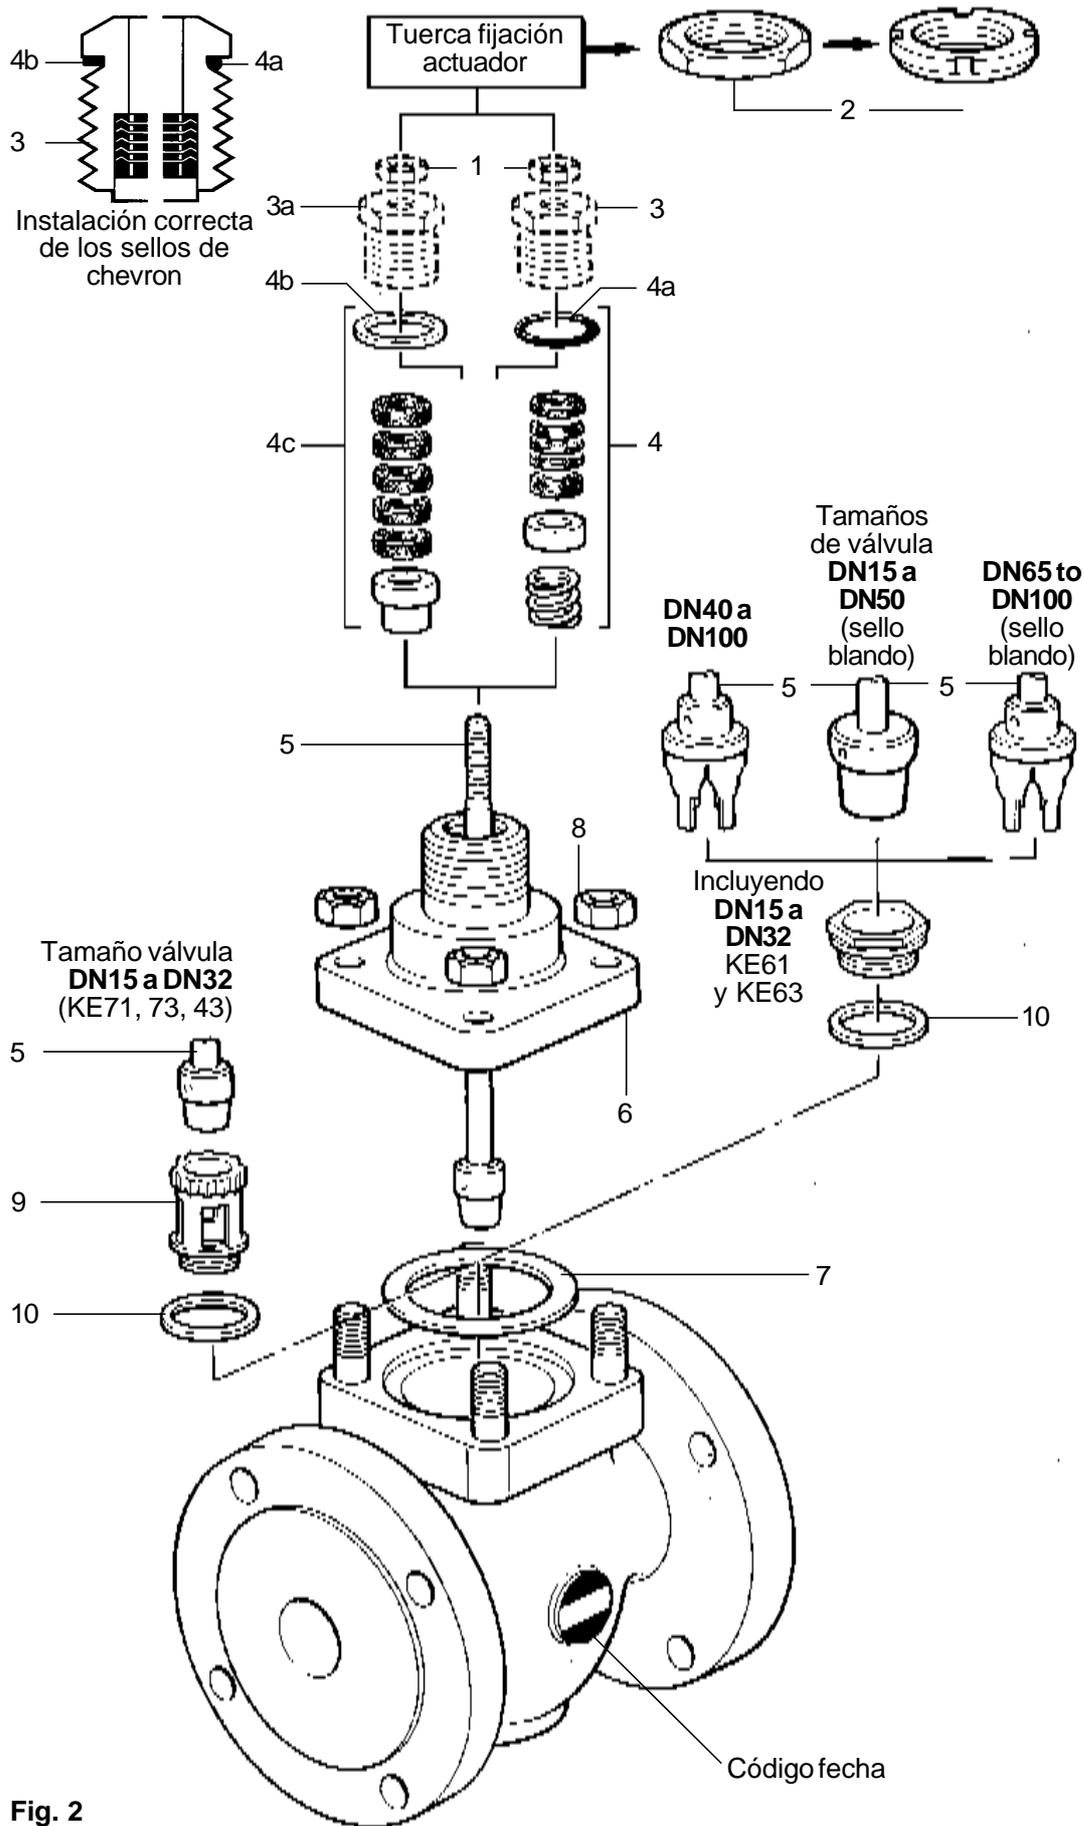

Fig. 2
8. Proceso para reemplazar los sellos de chevron de la empaquetadura (Fig. 2).
- c) **Cuidado:** Debe tenerse cuidado al desmontar el cabezal ya que puede haber fluido a presión atrapado entre las válvulas de aislamiento. Desenrosque las tuercas (8) que sujetan el cabezal al cuerpo, y saque el cabezal (6) completo con vástago y obturador (5).
- d) Quite la tuerca (1).
- e) Desenrosque la tuerca del prensaestopas (3), desmonte el vástago y el obturador, saque y deseche los anillos de la empaquetadura (4) y la 'O' Ring (4a), o junta (4b).
- f) Examine las piezas por si están dañadas o deterioradas y cámbielas si es necesario. Los arañosos o incrustaciones en el vástago (5) conducen al fallo prematuro del sellado.
- h) Monte el cabezal (6) sobre el cuerpo de válvula con una junta nueva dejando que sobresalga el vástago. Reemplace las tuercas (8) y apriete al par adecuado (vea la tabla), asegurándose de que el obturador esté en su asiento.
- i) Para reemplazar el conjunto de sellado del vástago (4), primeramente monte el resorte sobre el vástago (5). Si la 'O' ring /junta (4a y 4b) está dañada debe reemplazarse bajo la cabeza de la tuerca de prensaestopas. Los sellos de chevron de la estopada deben insertarse con firmeza en la tuerca del prensaestopas (3) seguidos por el casquillo guía, que se debe mantener en su sitio para el montaje, aplicando una pequeña cantidad de grasa, evitando dañar los bordes del sellado. Coloque la tuerca del prensaestopas (3) sobre el vástago (5), enrosándola para asegurar que la 'O' ring (4a), o la junta (4b) se asiente en el cabezal (6). Los sellos de chevron deben montarse en la tuerca del prensaestopas (3) como se muestra en la Fig. 2.
- j) Asegure la libre movilidad del vástago (5).
- k) Monte la tuerca (1) de la válvula.
- l) Monte el actuador, tuerca de sujeción (2), y conecte el actuador al vástago.
9. Proceso para reemplazar los sellos de grafito de la empaquetadura (Fig. 2).
- c) Quite las cuatro tuercas (8) que sujetan el cabezal al cuerpo y saque el cabezal (6) completo con vástago y obturador (5).
- e) Desenrosque la tuerca del prensaestopas (3a). Desmonte vástago y obturador (5), quite y deseche la empaquetadura (4c), y la junta (4b) del cabezal.